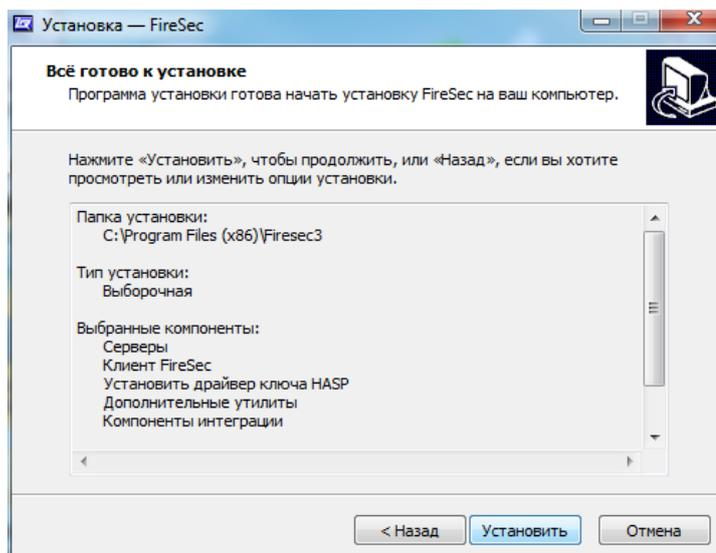

Рисунок 1.1 Мастер установки «FireSec»
- Установщик запросит выбрать компоненты – по умолчанию «Типовая» (или «Выборочная» с выбором нужных компонентов) (Рисунок 1.1).